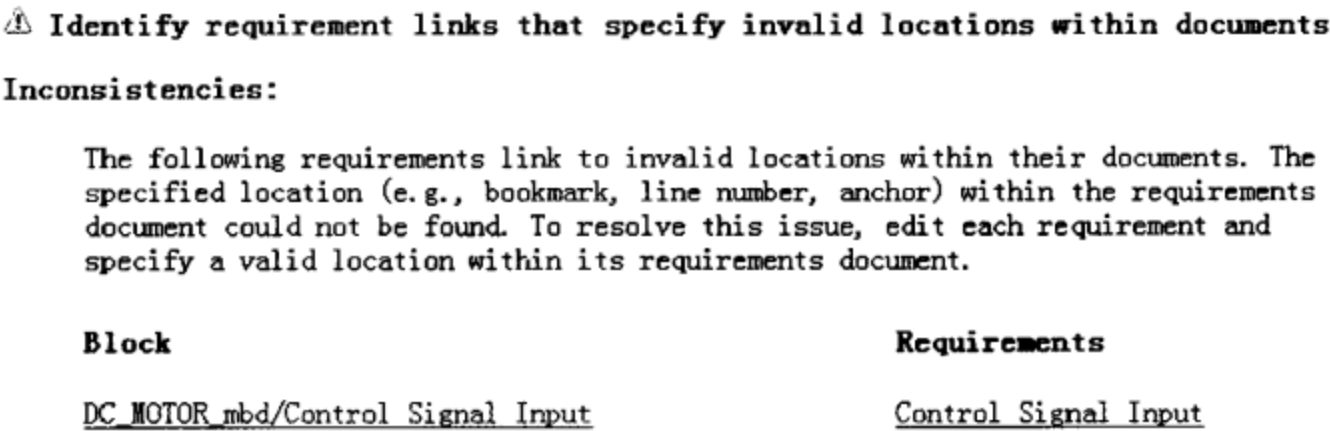

图 9.4.18 无法定位到先前关联的需求主体词警告
(3) 若某项需求被删除,例如删去 1. Control Signal Input,一致性检查报告显示无法定位到先前关联的需求主体词,如图 9.4.18 所示。